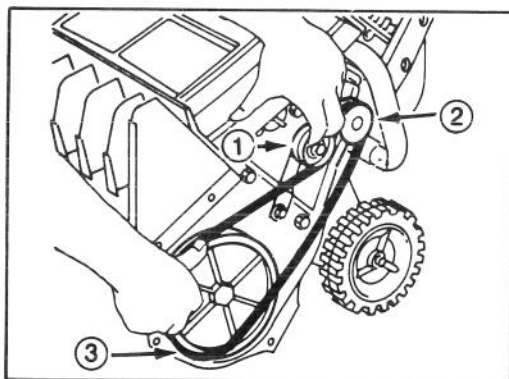

Fig. 10
4. MONTERING AV DRIVREM (Fig. 10) – Lägg den nya remmen runt motorremskivan, under löphjulet, och börja monteringen på rotorremskivan. Lyft upp löphjulet och rotera rotorremskivan framåt tills remmen passas in i skivan.